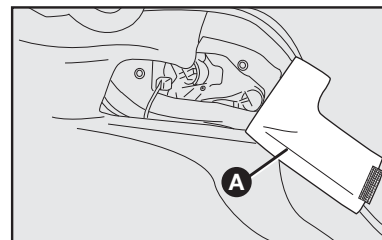

fig. 48
1) Por dentro do porta-malas, puxar a lingueta no carpete **A-fig. 48**.